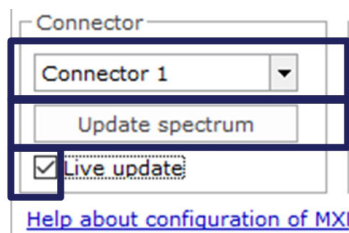

图5.9 更新光谱
► 在连接器框中更改所选的连接器 (图5.9)。
► 要更新光纤光谱，请点击 Update spectrum (更新光谱) 按钮 (图5.9)。
► 如需持续更新，请勾选 Live update (实时更新) 复选框 (图5.9)。